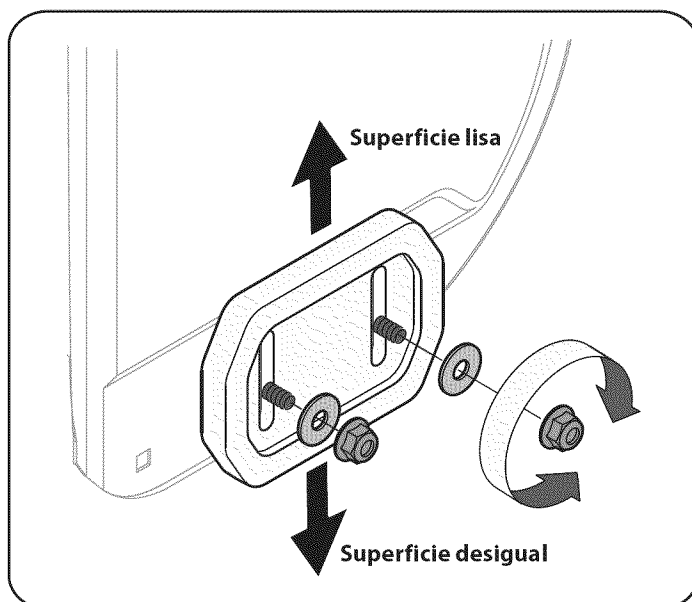

Figura 9
- Si desea quitar nieve al ras del suelo, eleve más las zapatitas antideslizantes en la caja de la barrena. Vea la figura 9.
1. Afloje las cuatros tuercas hexagonales (dos en cada lado) y los pernos del carro. Mueva las zapatas antideslizantes a la posición deseada. Vea la figura 9.